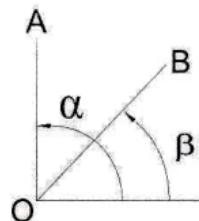

Fig.8
3. Calculati: Masura unghiului este alfa - beta ( Fig. 8)